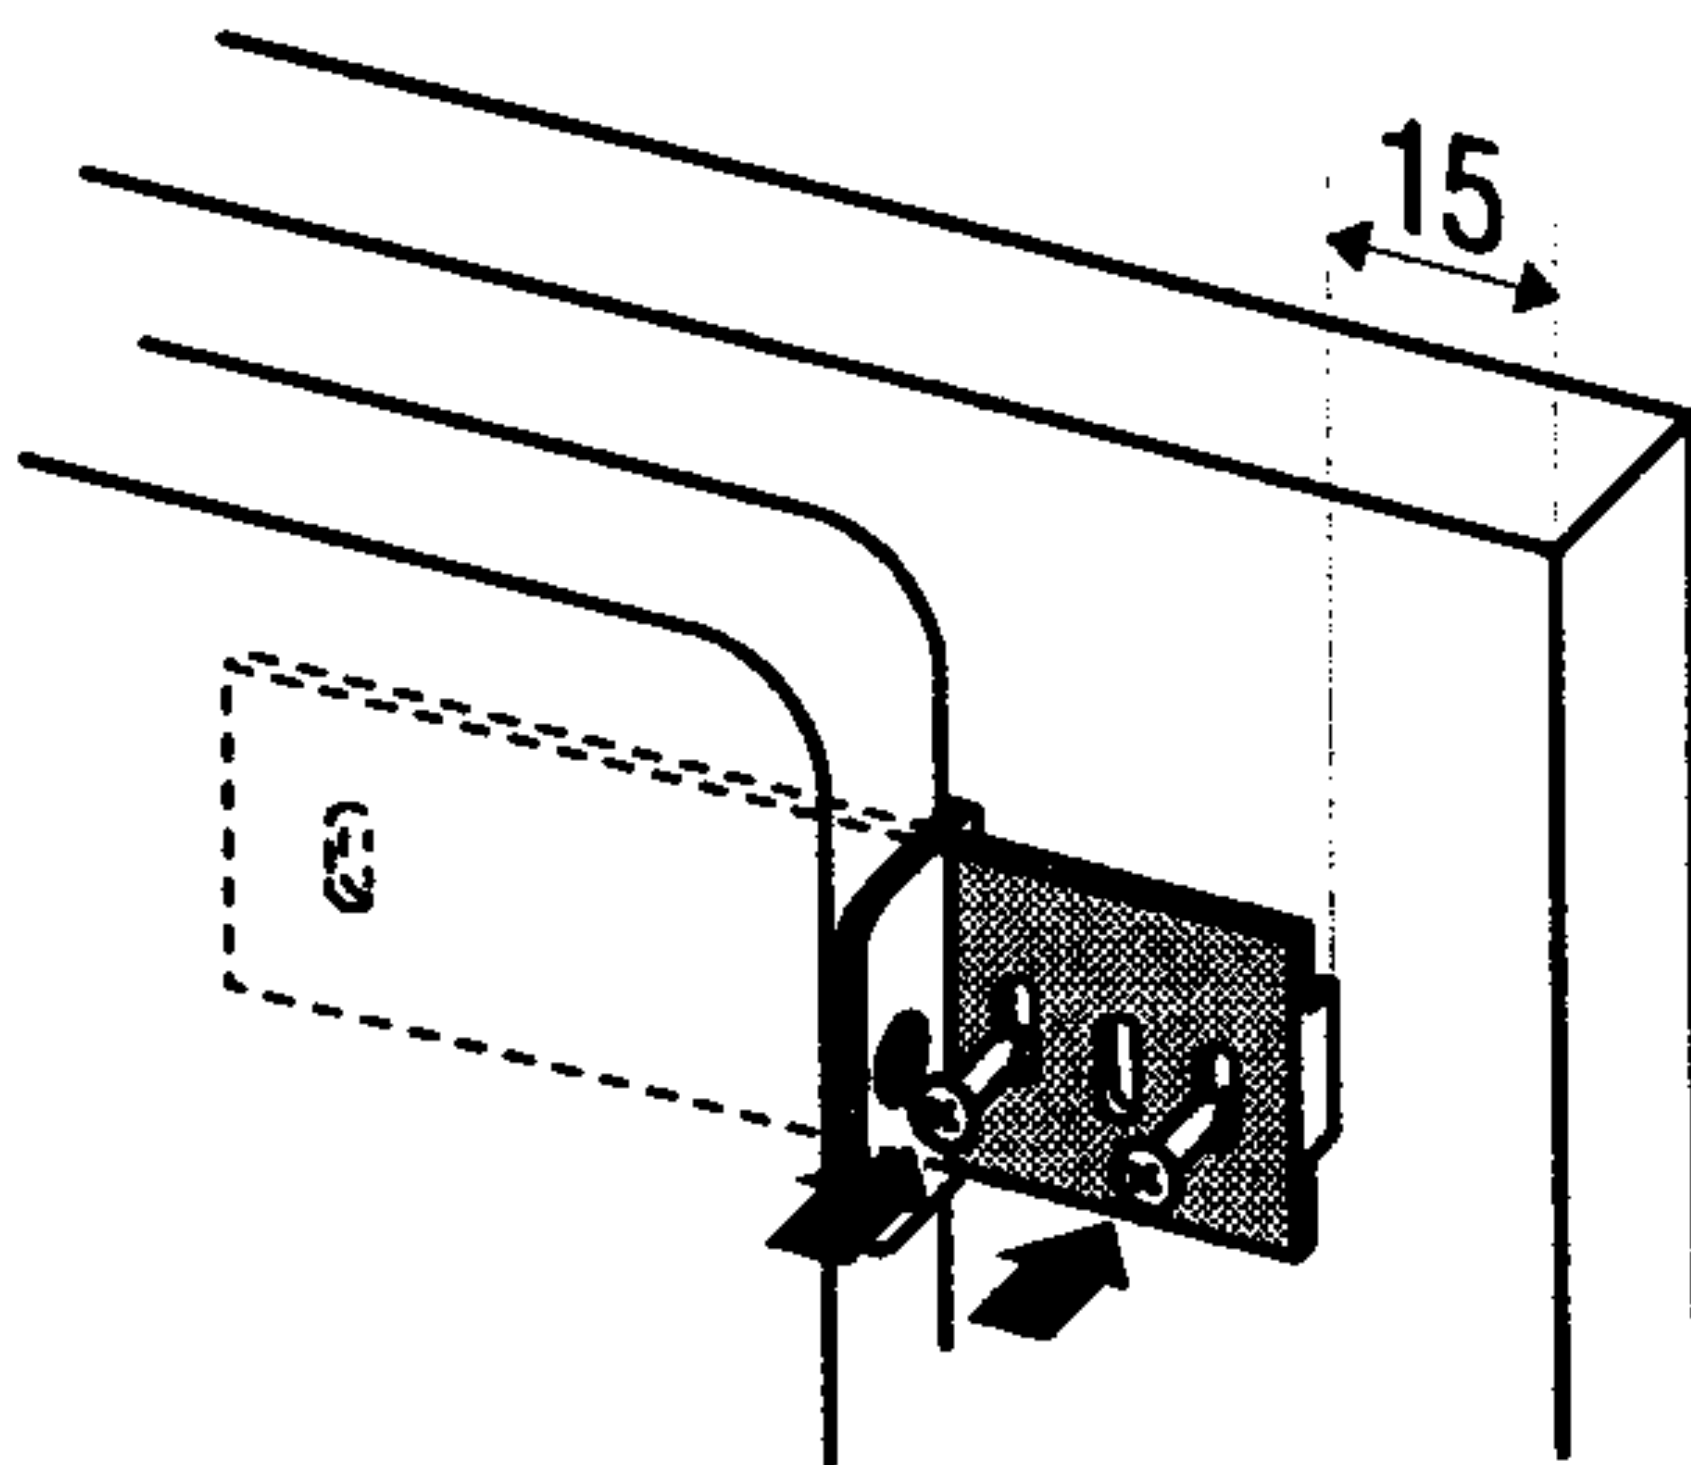

figure. 3
- Insérez les glissières dans les guidons des glissières et fixez-les avec les vis A 4 x 12 à distance de 15 mm du bord de la porte du meuble (Figure 3).